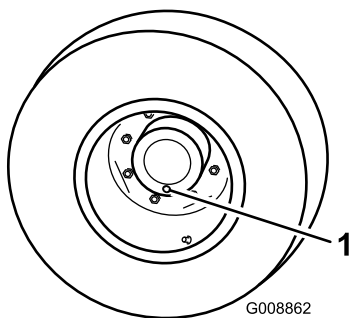

Рисунок 43
1. Поставив машину на ровную поверхность, расположите колесо так, чтобы одна контрольная пробка находилась в самом нижнем положении (6 часов) (Рисунок 43).